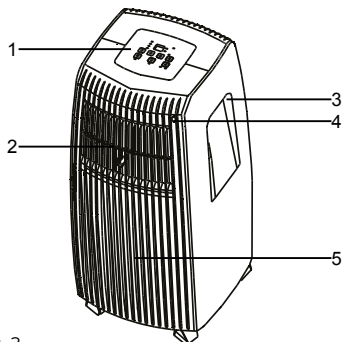

Рис. 2
4. ОПИСАНИЕ МОБИЛЬНОГО КОНДИЦИОНЕРА (рис.2 и 3)